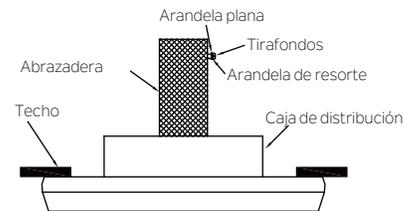

Fig. 10
**Paso 1.** Inserte un tirafondo y arandelas en el costado de la abrazadera que sostiene la caja de distribución eléctrica. Deje un espacio de 3 mm (1/8") entre la abrazadera de soporte y la arandela. (Fig. 10)